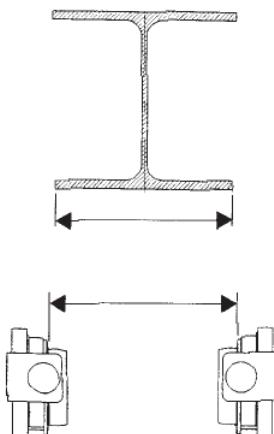

fig.14
- Verificare la larghezza dell'ala della trave che deve corrispondere a quella predisposta per le ruote del carrello (fig.14).